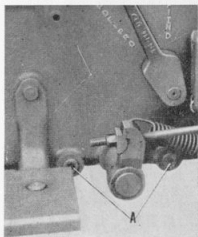
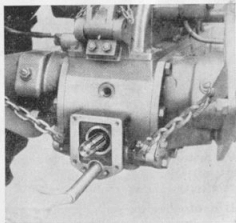

Fig. 25.
Fig. 26.
- Byt olja i kraftöverföringen. Avtappningspluggar finnes på var sin sida om bromsaxeln på traktorns vänstra sida. (fig. 25 A). För att all olja skall rinna ut skall lyftarmarna var i nedfällt läge. När oljan är avtappad, demonteras plattan runt kraftuttagsaxeln och hydraulpumpens insugningsfilter demonteras (fig. 26) och rengöres i brännolja eller bensin.